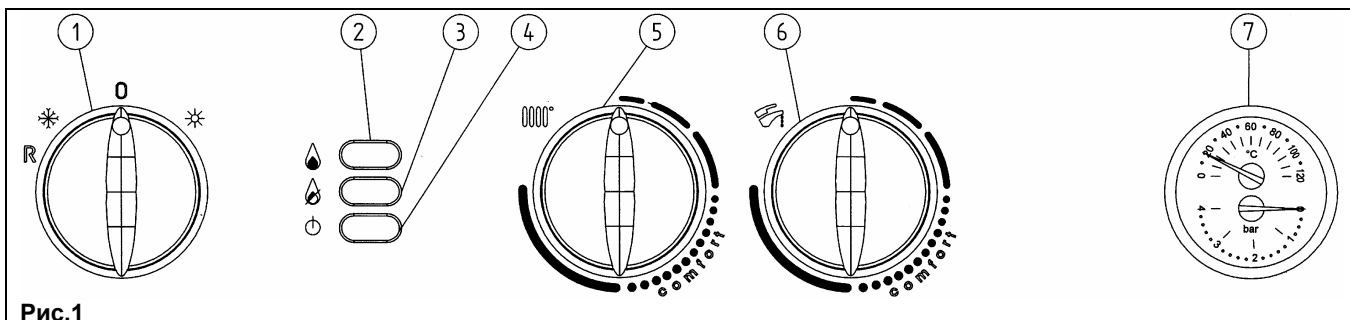
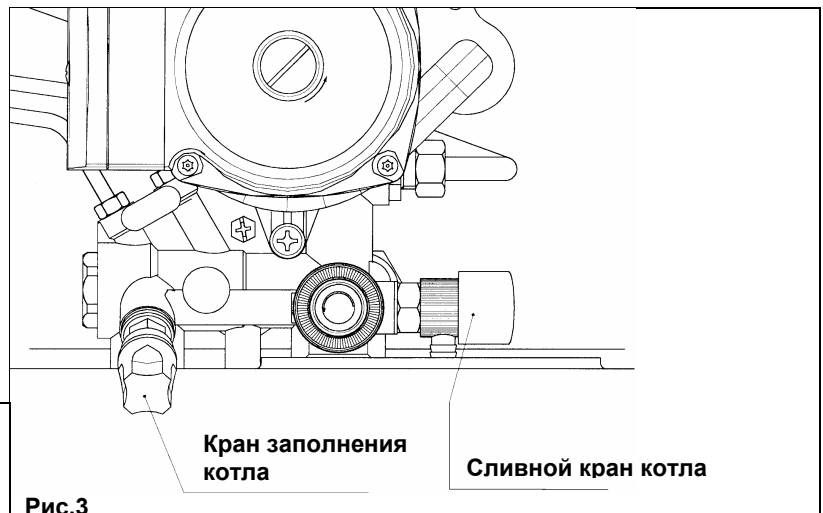

Рис.1
Рис.3
Для регулировки температуры в комнате, можно использовать комнатный термостат. Если комнатный термостат не установлен, температуру в комнате можно регулировать ручкой регулирования температуры воды в системе отопления (позиция 5, рис.1). Чтобы увеличить температуру, поверните ручку по часовой стрелке, а чтобы уменьшить – против часовой стрелки. Электронная модуляция обеспечивает нагрев воды до установленной температуры, изменяя подачу газа к горелке в зависимости от реальной потребности в теплообмене.
**Важно!** Регулярно проверяйте по манометру (позиция 7, рис.1), чтобы давление находилось в пределах от 0,5 до 1 бар при холодной системе отопления. При превышении давления откройте сливной клапан. Если давление ниже нормы, в моделях **ECO 240 I**, **ECO 240 Fi**, **ECO 280 Fi**, **ECO 280 i** откройте кран заполнения (рис.3). В модели **ECO 1.240 Fi** кран заполнения монтируется установщиком на нижней части аппарата (см. деталь 9 на рис.20). Советуем открывать кран очень медленно. Если давление падает часто, пусть ваш котел проверит квалифицированный специалист.
Для выключения котла поверните переключатель (позиция 1, рис.1) в положение «0»; при этом от котла отключается электропитание.